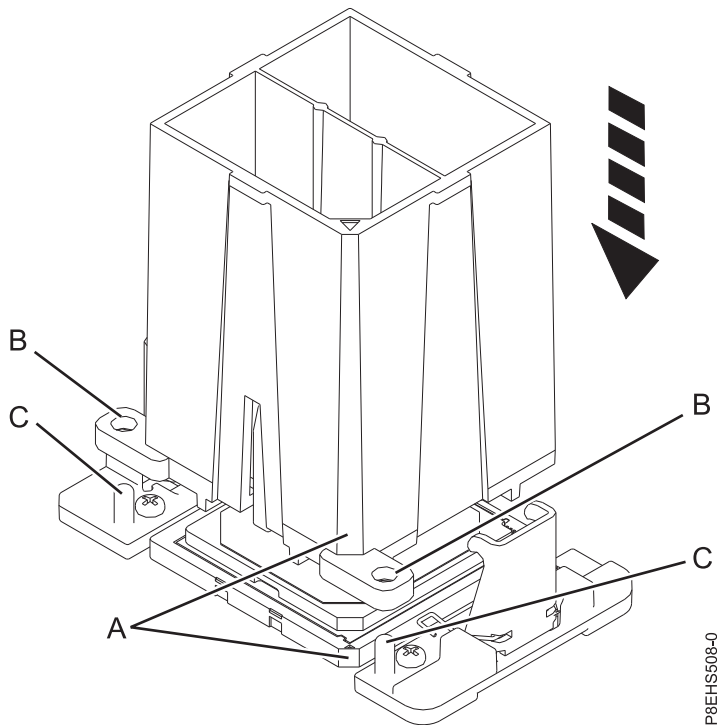

Figure 72. Abaissement de l'outil de retrait sur le module processeur système
- a. A l'aide de l'outil de retrait fourni (référence 01AF101), alignez l'angle biseauté (**A**) de ce dernier avec l'angle biseauté du module processeur système, comme illustré dans la figure 72, à la page 75.